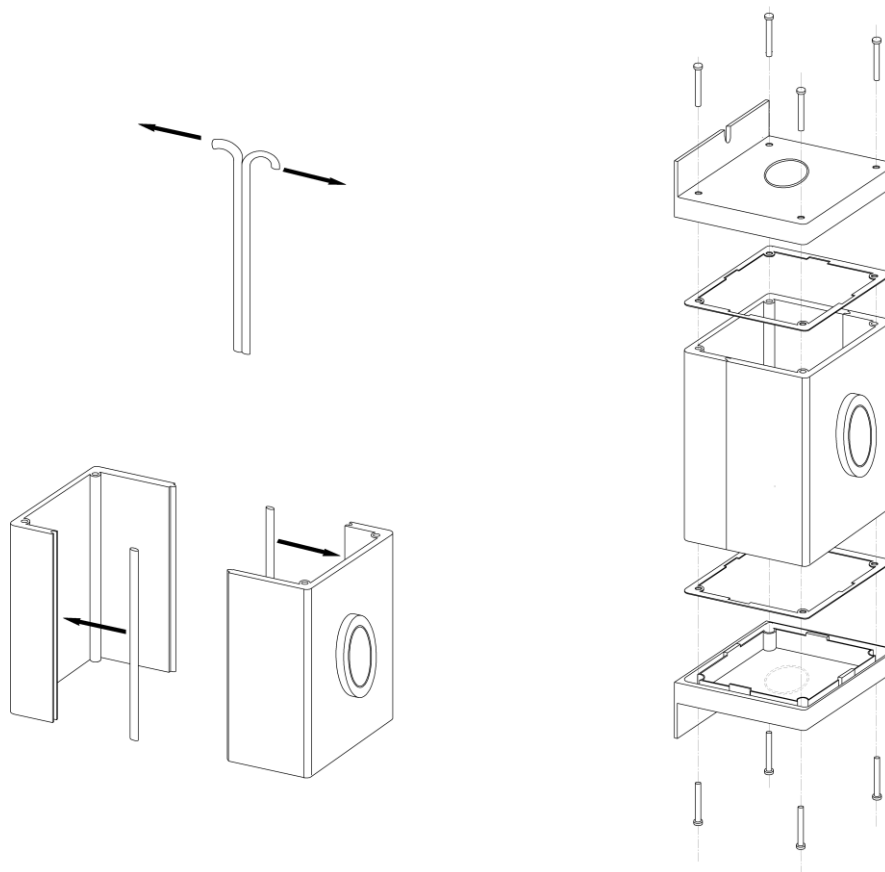

Рисунок 3. Сборка поста BXM47
5.9. После подключения проводов при сборке поста для обеспечения пыле-влагозащиты установить уплотнители на полусекции. Уплотнитель поставляется в двухжильном виде. Для установки уплотнитель разделяется пожильно и устанавливается на боковую выемку полусекции (см. Рисунок 3).